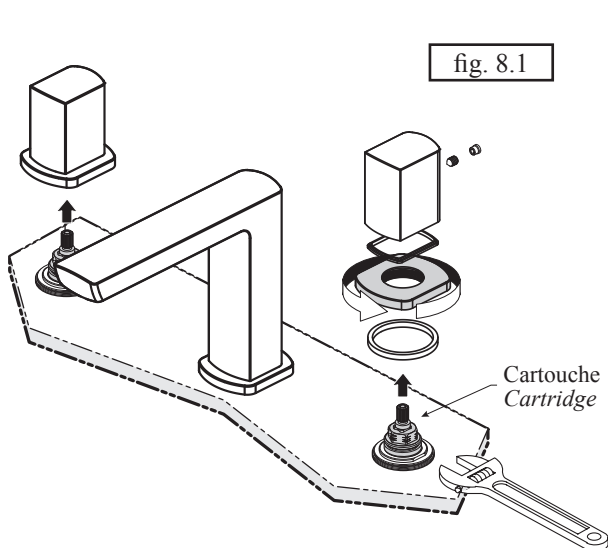

fig. 8.1
- Serrer la cartouche à l'aide d'une clé à molette (fig. 8.1).
- Tighten the cartridge using adjustable wrench (fig. 8.1).